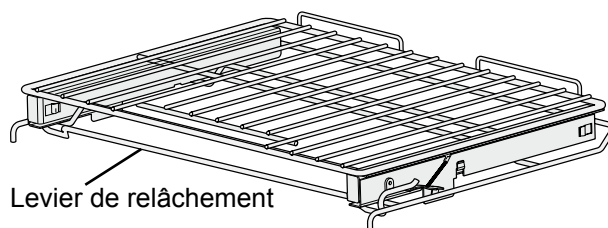

Figure 1 - Grille extensible avec le levier de relâchement en position verrouillée
1. Soulevez le levier de relâchement transversal situé sur toute la largeur à l'avant sous la grille, voir la figure 1.